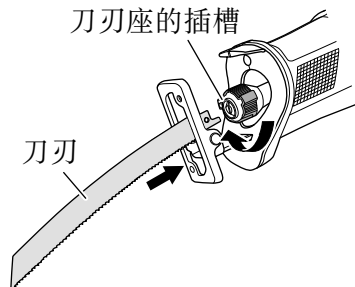

图 8
- (1) 扭转刀刃座，打开刀刃钳。
- (2) 扭转刀刃座，将刀刃完全插入刀刃座的插槽中。（图 8）